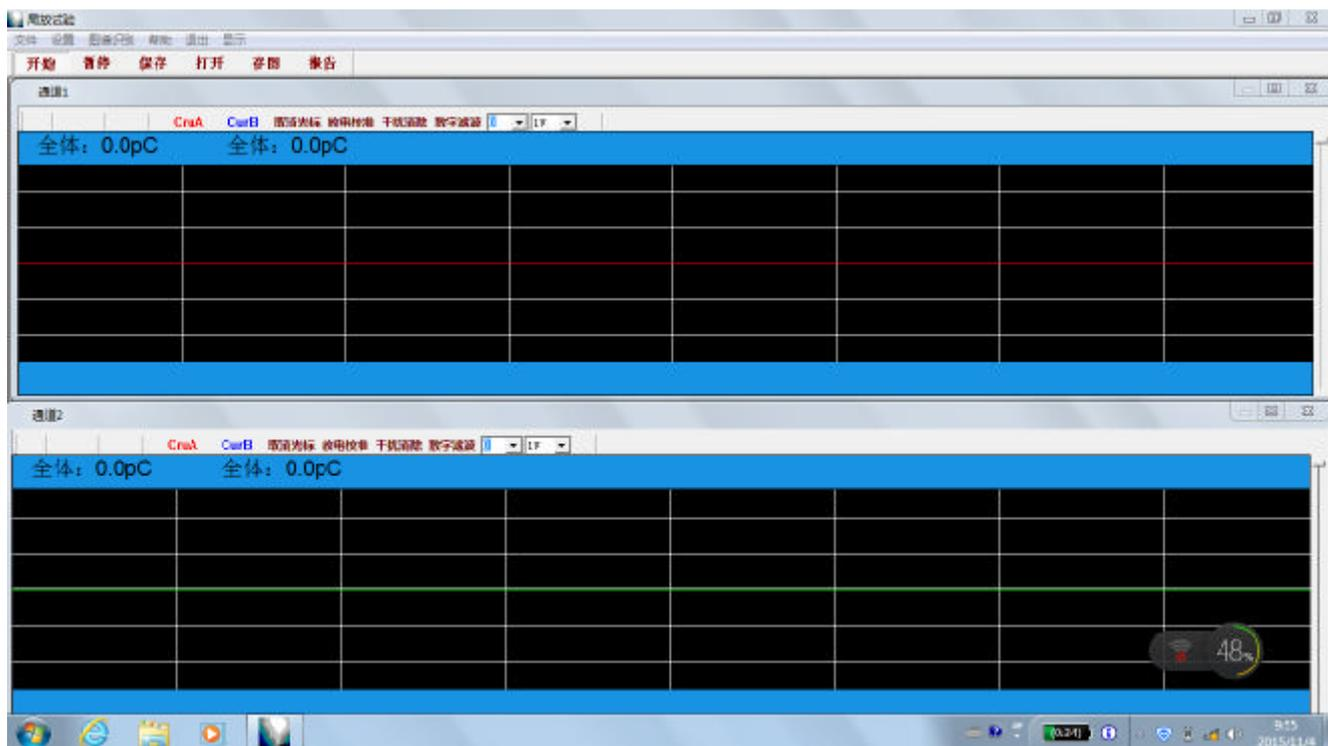

图 12
**主界面功能：**开机后，点击可执行文件进入程序，程序界面如图 12 所示。在主菜单中有下面几种功能供选择：文件、设置、显示、退出等。